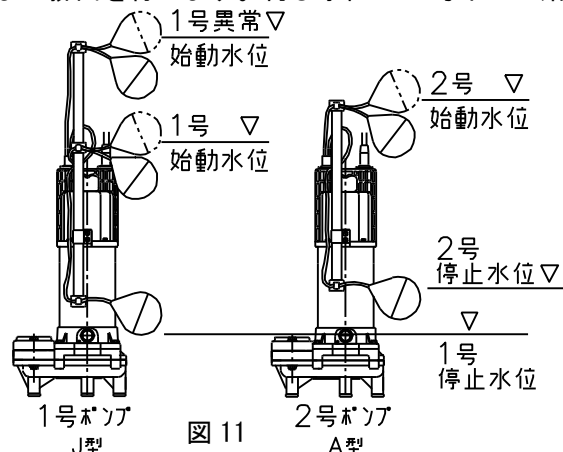

図 11
- (3) ポンプ内に空気が混入し排出されない時、最悪の場合は、空気が羽根車の中心部に集り揚水不能(エアロック)となります。ポンプの空気は完全に抜いてください。
- (4) 正しい回転方向になったら仕切弁を徐々にあげ、圧力、吐出し量ならびに電流値など([8]故障の原因と対策の項参照)に異常がないか確認してください。なお、仕切弁のない場合に電流値が定格値を超えている時にはご計画の再検討が必要です。
- (5) 1号ポンプ(DWVJ型)と2号ポンプ(DWVA型)が自動交互運転を行うか次の点をご確認ください。(図 11 参照)